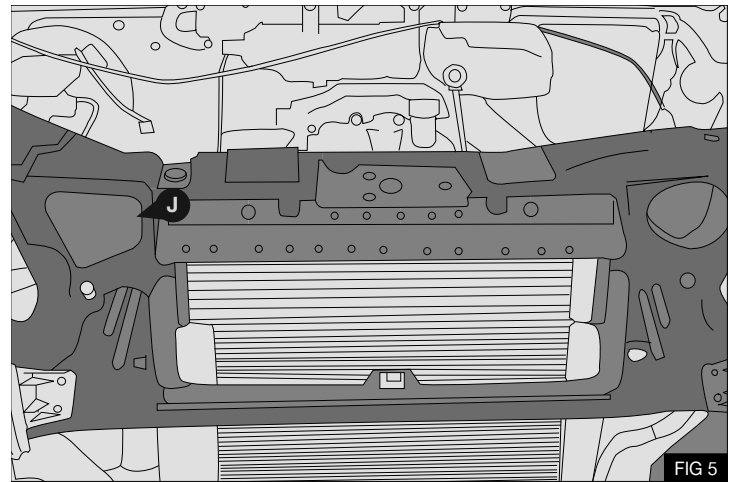

FIG 5
11. Extraiga el panel delantero **J** - Fig 5